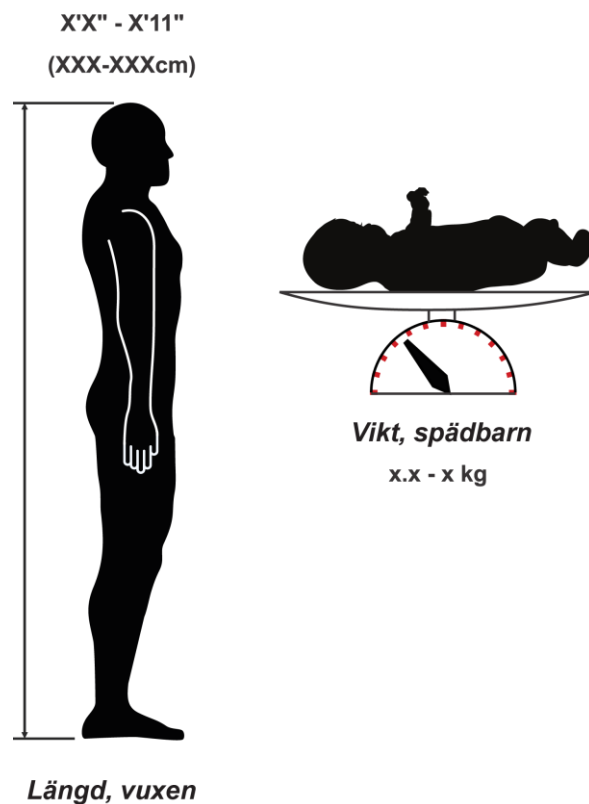

Bild 9: Mått
- Patientens längd eller spädbarnets vikt (se Bild 9 Mått)